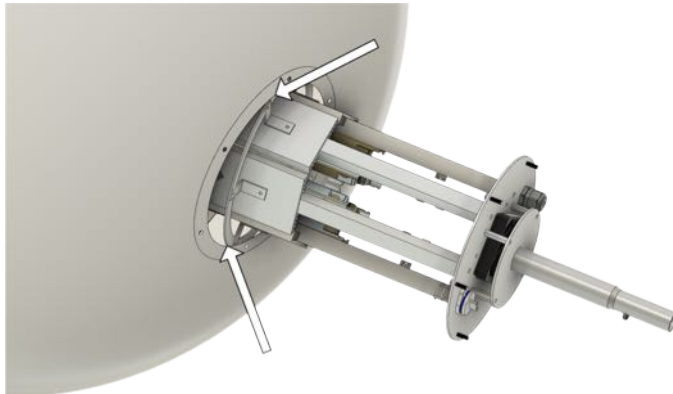

Abb. 8
5. W ten sam sposób należy odkleić pokrywę na pierścieniu zabezpieczającym diody LED i pokrywę (Rys. 8).